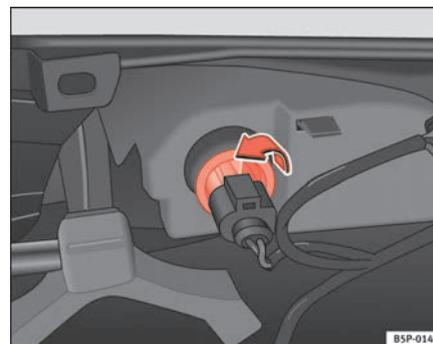

Fig. 189 Farolim pelo lado interior do pára-choques
- Rodar o porta-lâmpadas para a esquerda e extraí-lo no sentido da seta ⇒ fig. 189.